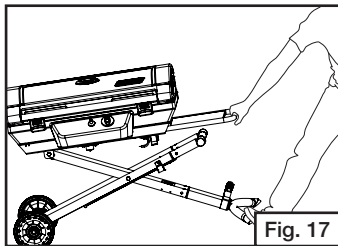

Fig. 17
- Placez un pied sur la poignée de traction, attrapez la poignée de la table latérale fixe et soulevez (Fig. 17).